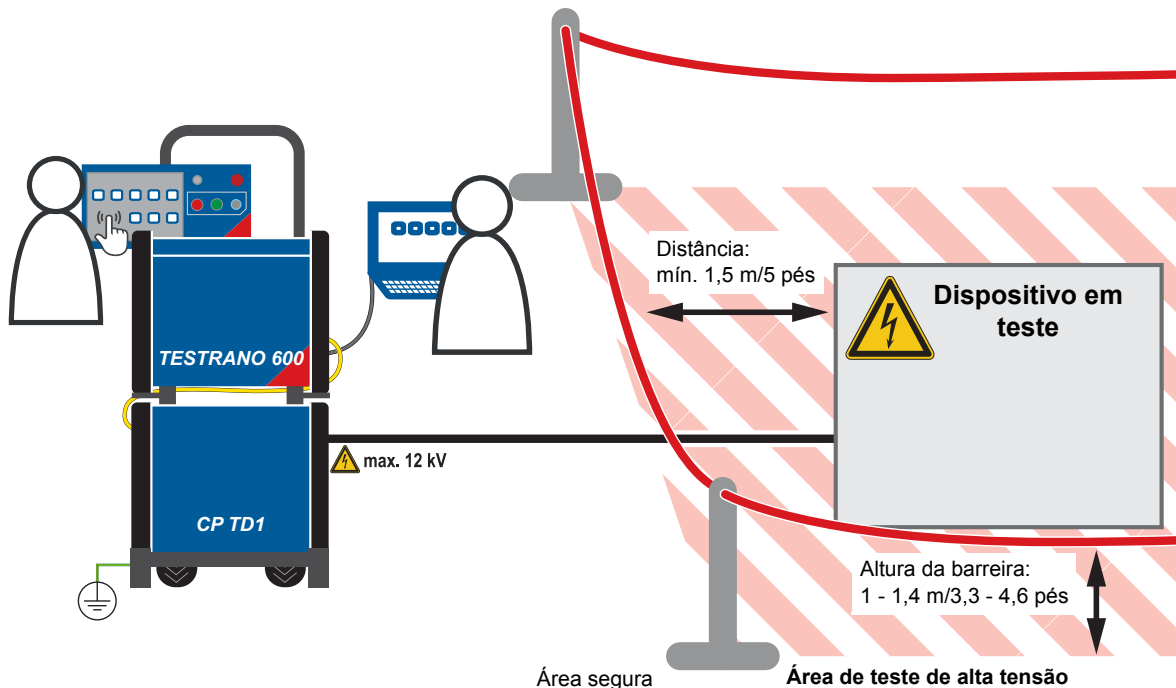

Figura 1-1: Ilustrações da área de segurança e da área de alta tensão definidas para trabalhar com o **TESTRANO 600** e o **CP TD1**
- ▶ Isole a sua área de trabalho – consulte Figura 1-1: "Ilustrações da área de segurança e da área de alta tensão definidas para trabalhar com o *TESTRANO 600* e o CP TD1" na página 5.